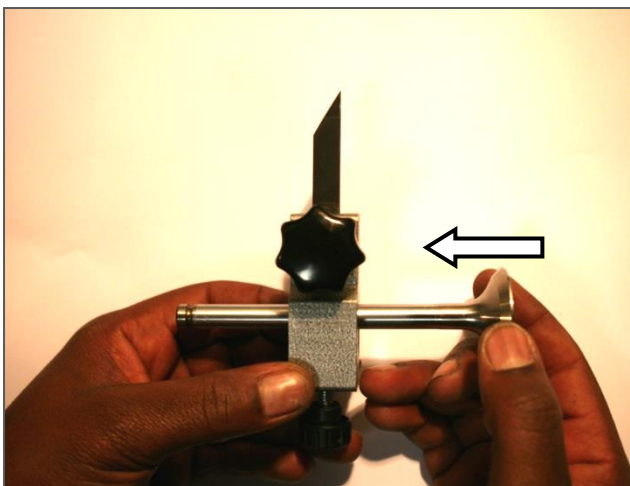

Fig. 12
8. La válvula se puede insertar en el ajustador de la herramienta y el tornillo manual puede ser apretado un poco. En esta posición el vástago de la válvula debe permanecer móvil. Fig. 12